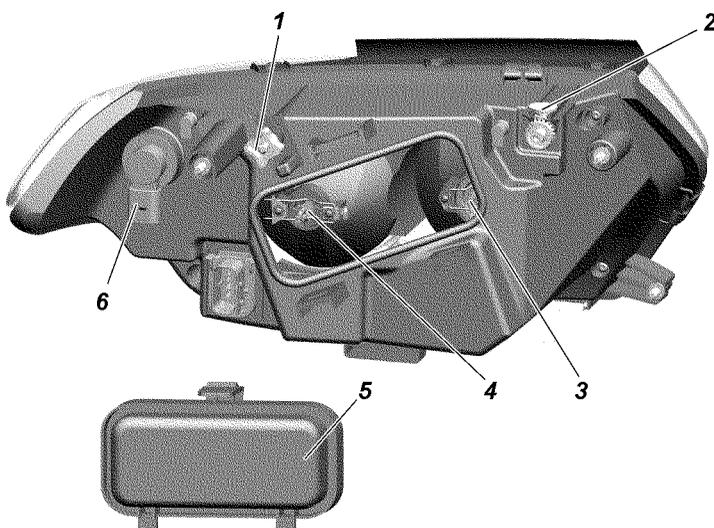

Рис. 9.41. Фара без ДХО:
**Замена ламп фар.** Для замены лампы указателей поворота снимите колодку с патрона 6 (см. рис. 9.41), поверните патрон по часовой стрелке (для правой фары) или против часовой стрелки (для левой фары) и выньте патрон в сборе с лампой.